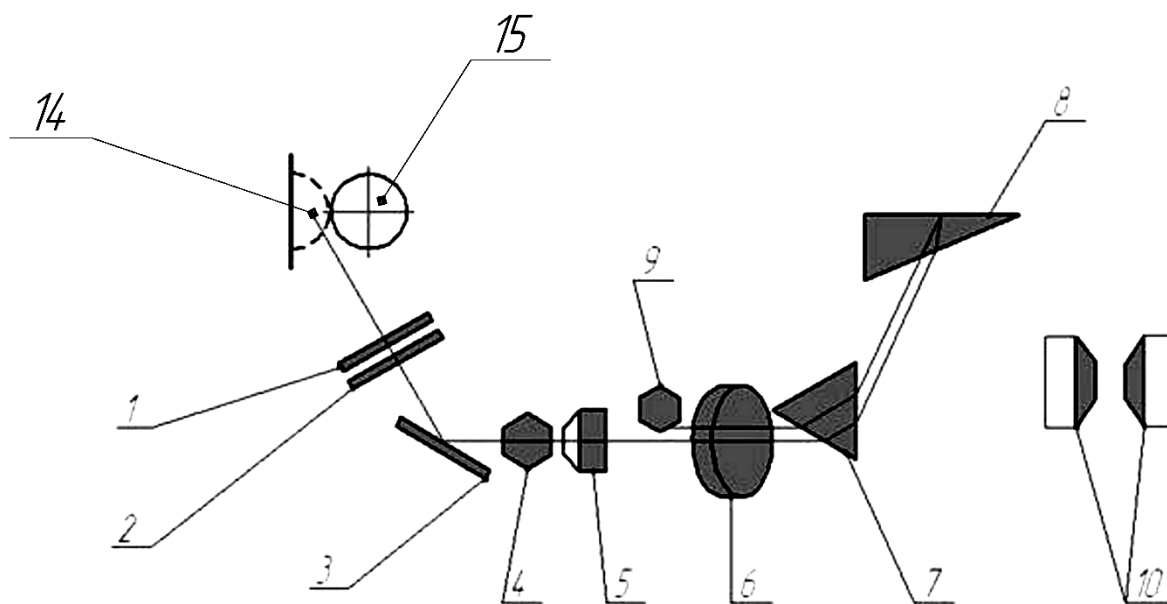

Рис. 1. Оптическая схема стилооскопа СЛП-3
Оптическая схема прибора изображена на рис. 1. Как видно из рисунка, спектральный аппарат представляет собой автоколлимационный спектроскоп. Лучи света от дуги (14) и электрода (15), пройдя через защитные стекла (1 и 2), направляются зеркалом (3) на конденсор (4), который концентрирует их на щель (5) спектроскопа. Прошедший через щель пучок лучей объективом (6) из расходящегося превращается в параллельный и диспергирующими призмами (7 и 8) разлагается в спектр.